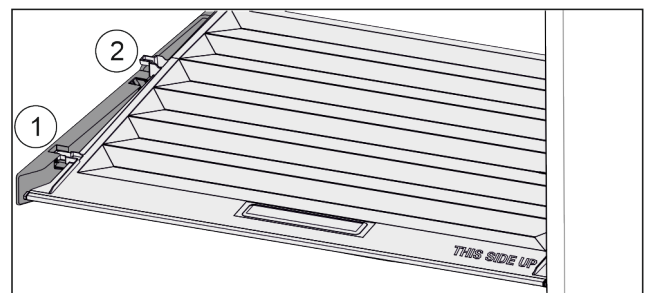

Fig. 124
- Deckel bis zur Öffnung in den Halteteilen nach vorne ziehen Fig. 124 (1).
- Hinten von unten anheben und nach oben wegnehmen Fig. 124 (2).